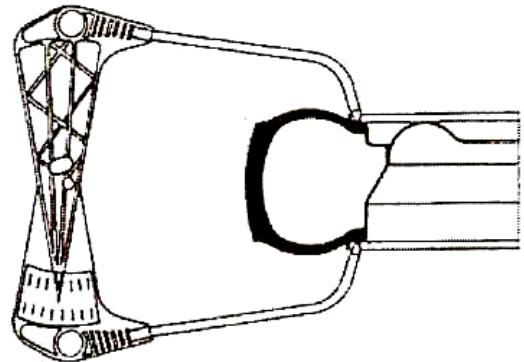

Рис. 10.
3) При помощи другого измерителя измерить ширину шины (см. рис. 10) и с помощью кнопок " $\blacktriangle \blacktriangledown$ " и " $\blacktriangleright \blacktriangleleft$ " уменьшить или увеличить цифру на экране таким образом, чтобы она соответствовала показаниям измерителя.